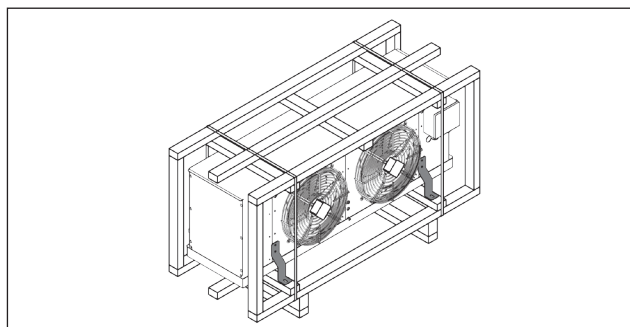

Рис. 8.2
1. Воздухоохладитель должен быть доставлен на место установки упакованным (Рис. 8.2). Убедитесь в отсутствии повреждений упаковки. При обнаружении каких-либо повреждений немедленно известите об этом в письменной форме поставщика оборудования.